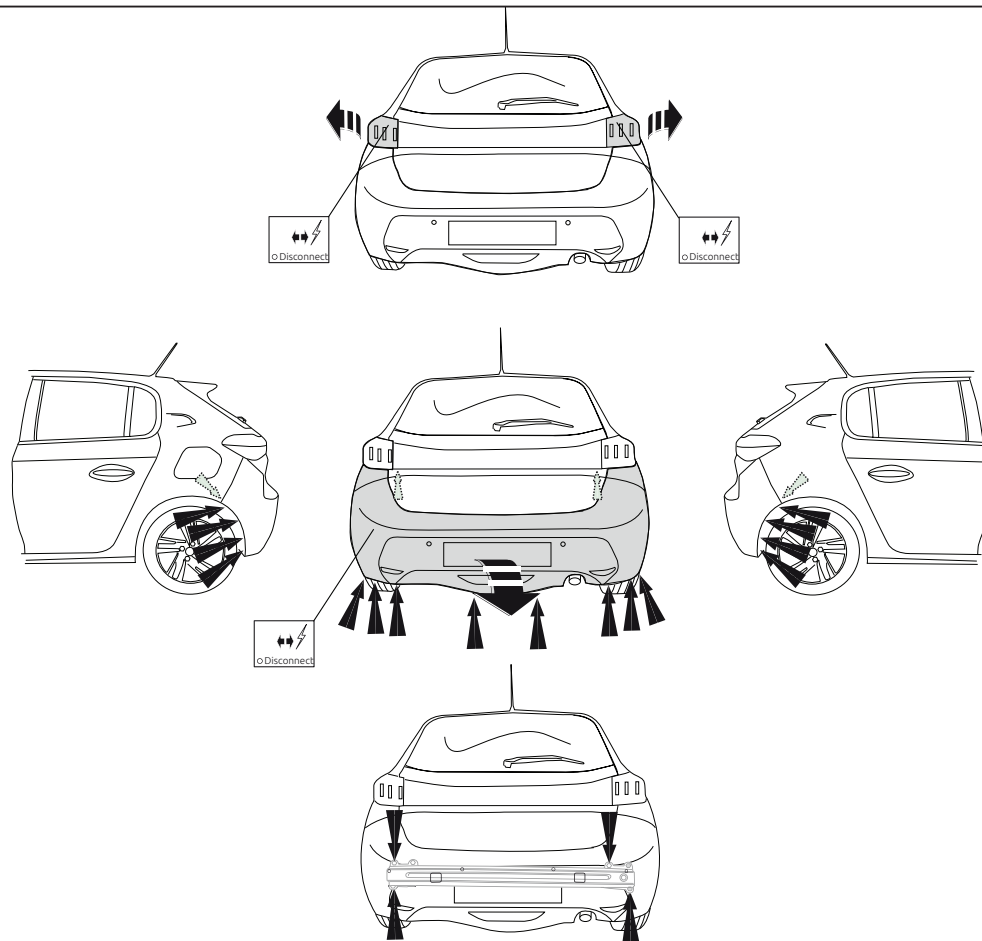

Fig. 1
1. Снять указанные детали. См. рисунок 1.
2. **Если имеется/имеются:** Снять указанные детали. См. рисунок 1.а